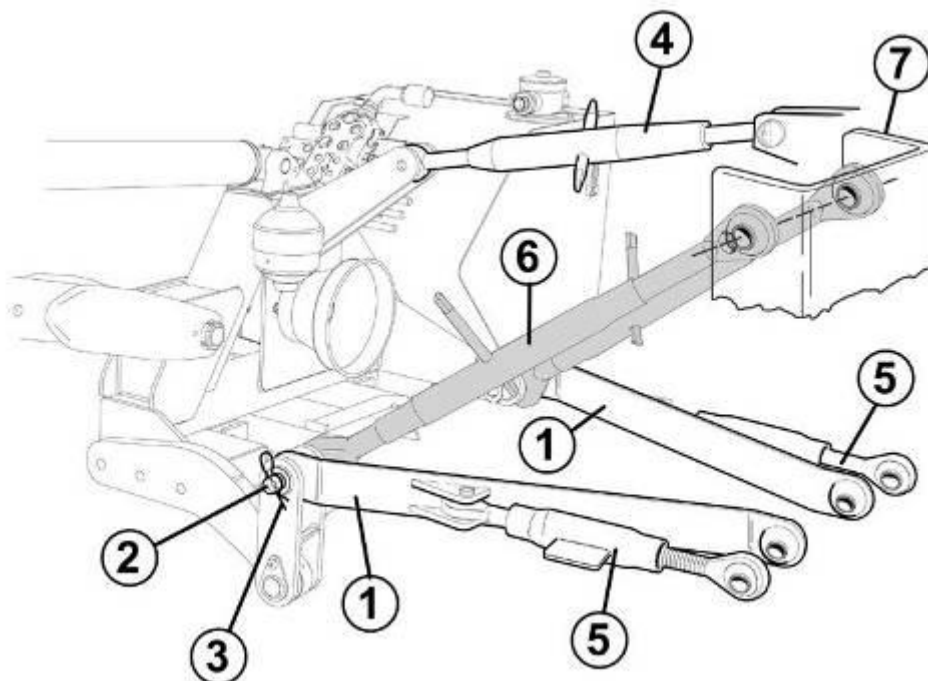

РИС. 4.4
- Для присоединения оборудования к трактору (РИС. 4.4 на следующей странице), расположите 2 рычага гидроподъемника трактора (1) в точки соединения с мульчером.